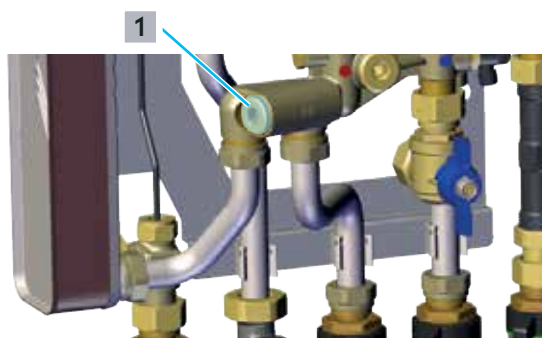

Fig. 25: Nettoyage de l'élément filtrant
- 4** Dévisser le bouchon ((1) sur la Fig. 25 en page 32) de l'élément filtrant du corps sur l'aller primaire.